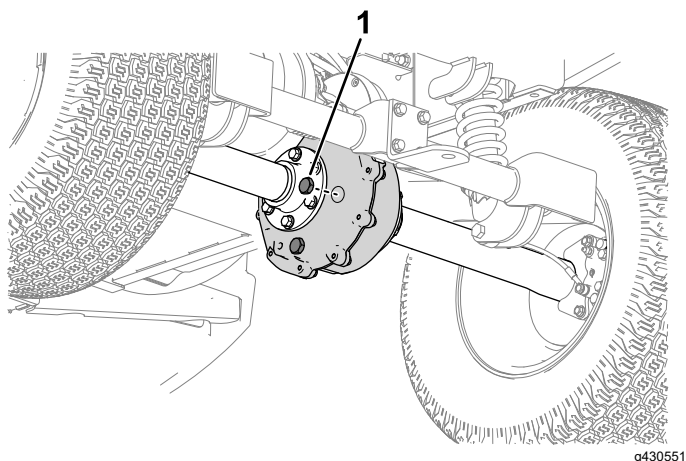

Figure 46
1. Enlevez le bouchon de remplissage de la boîte-pont (Figure 46).
2. Si le niveau de liquide est trop bas, enlevez le bouchon de remplissage et ajoutez le liquide spécifié indiqué sous [Vidange du liquide de la boîte-pont \(page 41\)] jusqu'à ce qu'il ressorte par l'orifice (Figure 46).